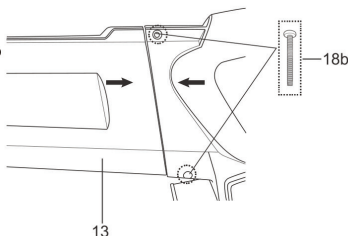

Fig. 2
2. Alinee el tubo superior (13) con la unidad del motor e insértelo completamente hasta el tope. Fije el tubo (13) con el tornillo (18b). (Ver Fig. 2)